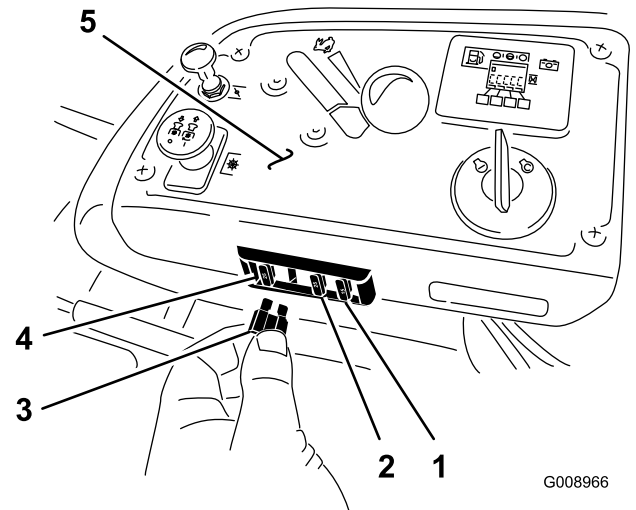

Bild 63
1. Die Sicherungen befinden Sie rechts am Armaturenbrett neben dem Sitz (Bild 63).
3. Setzen Sie eine neue Sicherung ein (Bild 63).